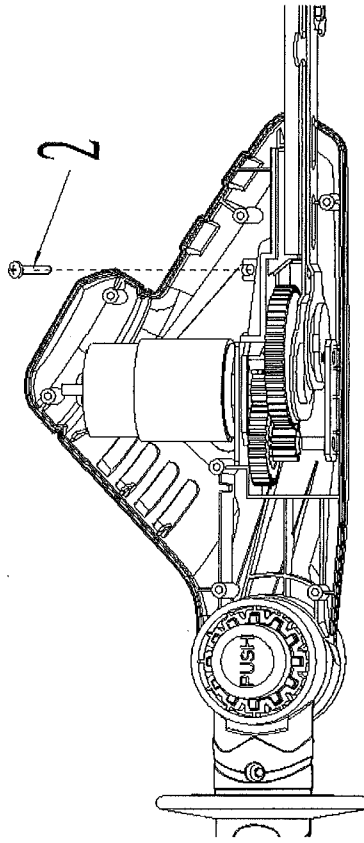

Abbildung 25
Schritt 2: Lösen und entfernen Sie die Schrauben (2) (Siehe Abbildung 25).